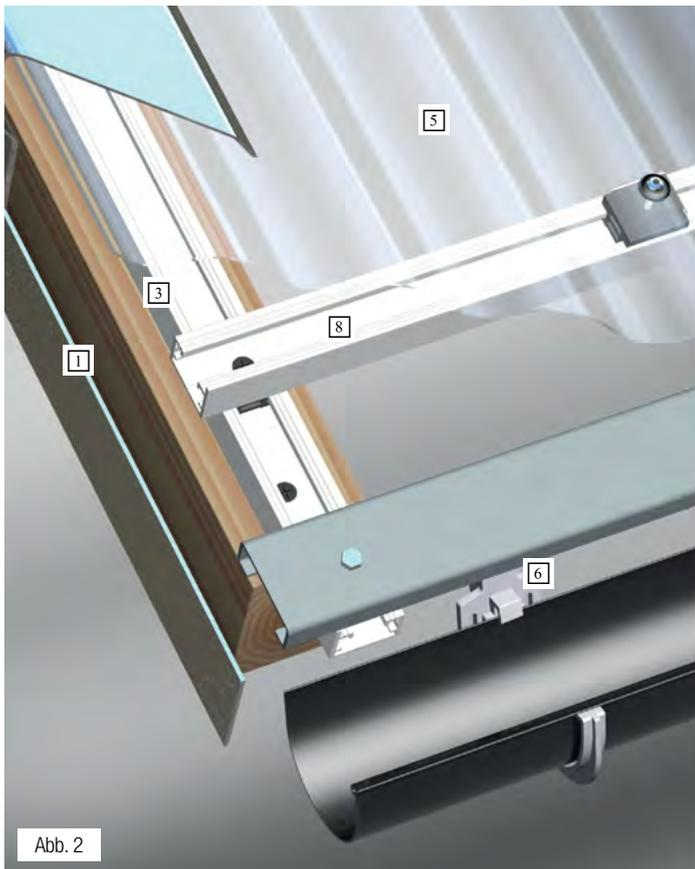

Abb. 2
- Das später auf der Unterkonstruktion aufliegende Profilteil (also jedes 2. Profil) wird in das obere Profil „eingeklippt“. Aus diesen Grund muss alle 40 cm mit einem 5-mm-Bohrer vorgebohrt werden (siehe Abb. 2).